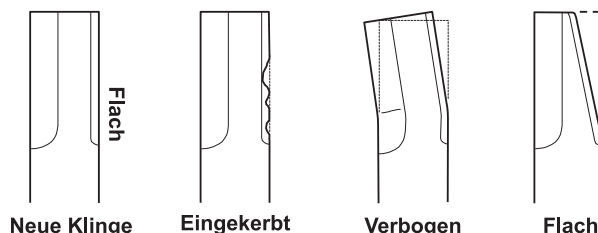
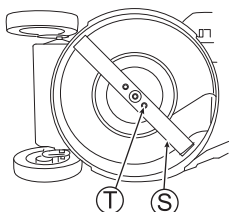

Abb. 33
Abb. 34
1. Vergewissern Sie sich, dass die Klinge (S) keine Kerben, Verbiegungen und keinen Verschleiß aufweist. (Siehe Abb. 33)
2. Wenn die Klinge (S) oder die Klingenbefestigungsschrauben (T) "verschlissen", "gebrochen" oder "deformiert" sind, ersetzen Sie sich durch neue, von uns angegebene Teile.
3. Vergewissern Sie sich, dass die Klingenbefestigungsschrauben (T) mit dem angegebenen Drehmoment angezogen sind. (Siehe Abb. 34)
2. Ziehen Sie die Klingenbefestigungsschrauben (T) von Hand ordentlich an.
4. Vergewissern Sie sich, dass die Klingenbefestigungsschrauben (T) mit dem angegebenen Drehmoment angezogen sind. (Siehe Abb. 34)